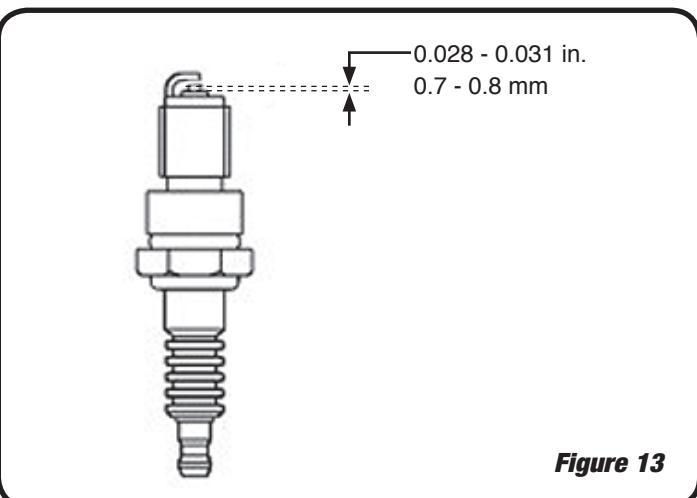

Figure 13
4. Mesurez l'écart entre les électrodes avec une jauge d'épaisseur. Ajustez cet écart suivant les besoins en courant l'électrode. Voir Figure 13